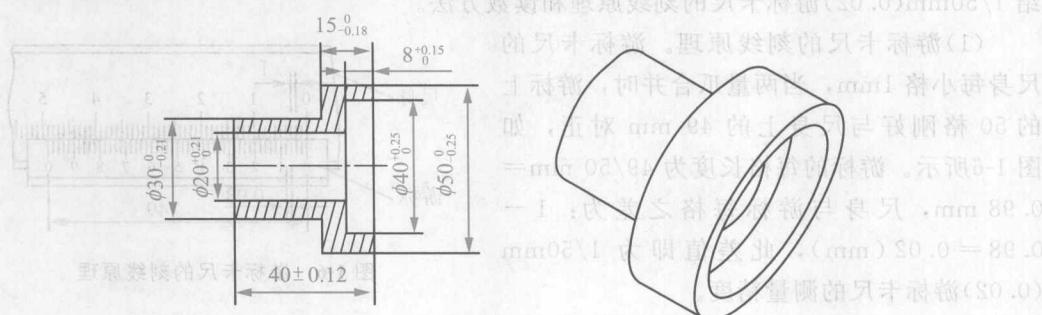

图 1-4 轴套
使用游标卡尺测量如图 1-4 所示轴套的各部分尺寸。
(1) 准备工件: 轴套, 45 钢, 尺寸见图 1-4。
(2) 准备工、刀、量、辅具: 0.02(0~150)mm、0.02(0~300)mm 游标卡尺各一把。
如图 1-4 所示轴套, 根据图样可知需要测量工件的外径、孔径、长度、宽度、深度等, 按图样中尺寸进行测量。
使用千分尺测量图 1-4 所示轴套的各部分尺寸。